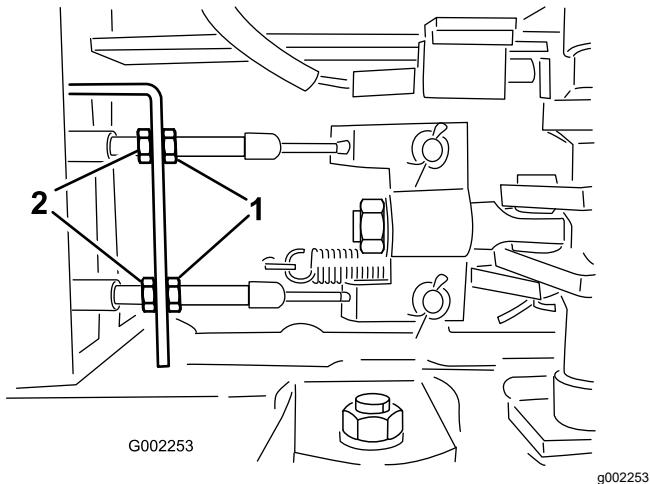

Figura 93
5. Afloje las contratuerzas delanteras de los cables de freno, debajo del extremo delantero del fumigador (Figura 93).
6. Apriete las contratuerzas traseras en la misma cantidad hasta que el pedal de freno recorra entre 1 a 2 cm antes de que se note resistencia (Figura 93).